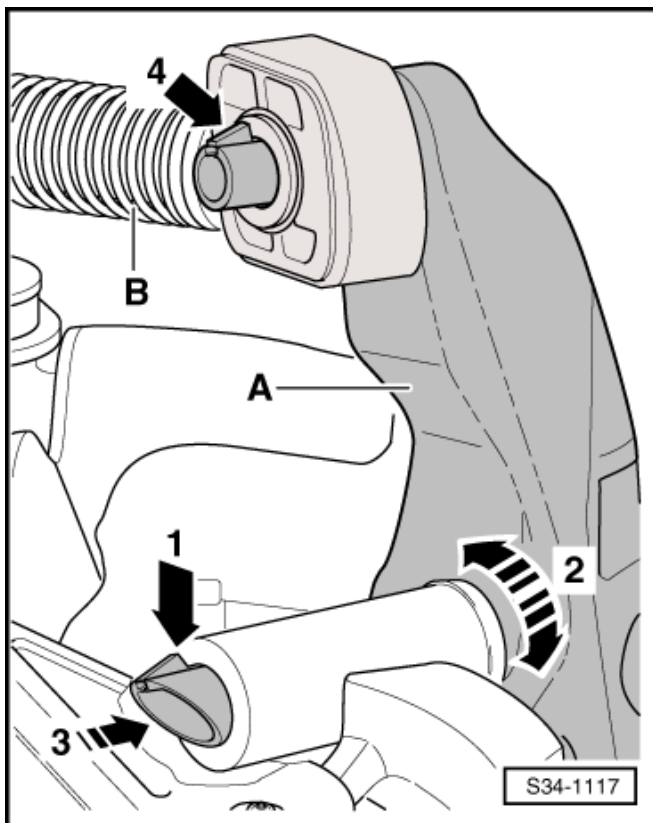

Abb. 8: Seilzugarretierung für Wählseilzug aus Kunststoffumlenkhebel lösen.
- Seilzugarretierung -B- nur bei ausgebautem Umlenkhebel ausbauen ⇒ Abb. 8 in **34-1** Seite 15